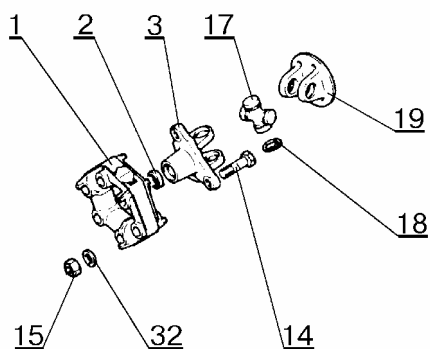

Рис.5. Вал карданный промежуточный 2121-2202010-10.
5.1.10 Установить в крышку картера уплотнительное кольцо 4, рис.5, предварительно смазав его маслом трансмиссионным из разрешенных к применению заводом-изготовителем.
5.4.3 Установить рычаг 10, рис.5, блокировки дифференциала в крышку 16 картера, предварительно вставив втулки 13, запрессовать ось 12 и поставить стопорную шайбу 15 (отвертка плоская, прошивка, молоток с пластмассовым бойком).
5.6 Установить рычаг 11, рис.5, переключения передач в кронштейн 14 согласно пункту 5.4.3.
5.13 Надеть на шток 8, рис.5, переключения передач чехол 5, вставить пружину 9 штока, установить вилку 6 на муфту переключения передач, ввести шток в картер, надеть на него дистанционную втулку 3 и вилку 6, установить пружину и шарик фиксатора, утопить шарик в гнездо и полностью ввести шток, закрепить вилку на штоке болтом 1. Момент затягивания болта 12...19 Н.м (1,2...1,9 кгс.м). Одеть чехол на втулку штока (отвертка плоская, головка сменная 10, удлинитель и вороток, ключ динамометрический типа 02.7812-4013).